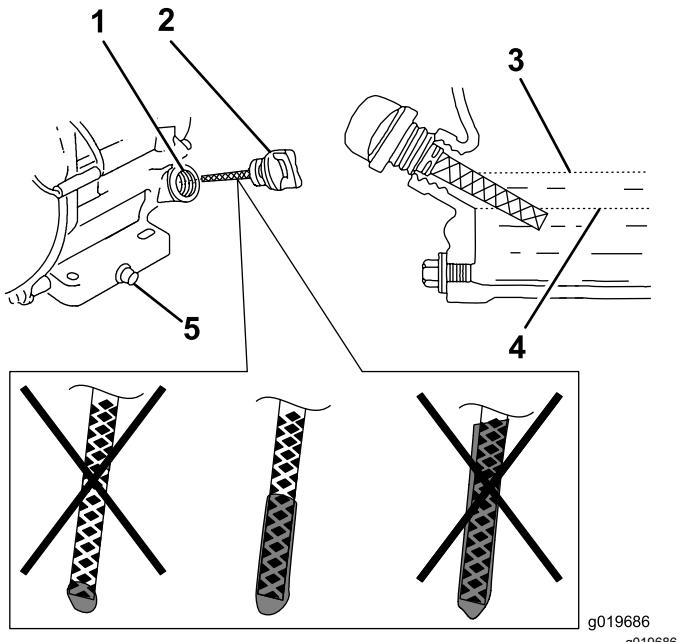

Рисунок 30
- Выньте щуп и проверьте уровень моторного масла (Рисунок 30).